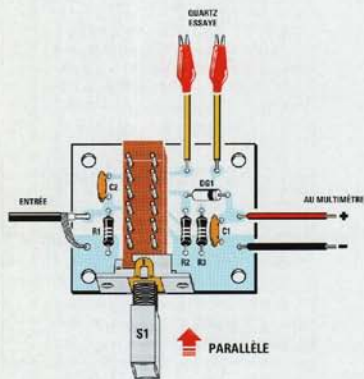

Figure 11 : Pour mesurer la fréquence de résonance parallèle d'un quartz vous devez presser le bouton du commutateur S1 vers l'intérieur.
- reliez les pinces crocodiles du **EN1712** aux extrémités du **quartz** et pressez le poussoir **S1** (voir figure 11), de manière à régler la platine pour la mesure de la **fréquence** de sa **résonance parallèle** ;